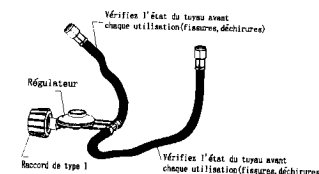

FIG. 2
- N'utilisez que le régulateur de type I et le tuyau qui sont fournis avec le barbecue (voir fig. 2).